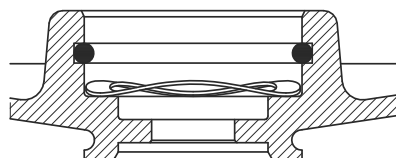

Fig. 28 Montaje correcto del muelle y la junta tórica
1. Empujar el cojinete (pos. 154) en el cierre (pos. 51).
2. Montar el muelle (pos. 158) y la junta tórica (pos. 159). Ver fig. 28.